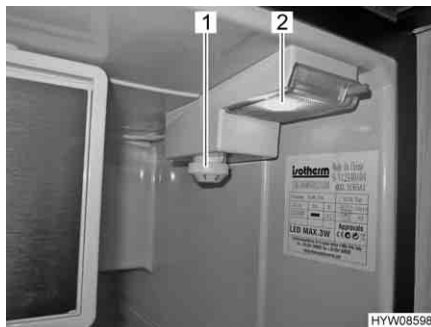

Fig. 71 Elemento di comando
- Ruotare il termoregolatore (Fig. 71,1) in senso orario dalla posizione "0" alla posizione "1". Il forno è acceso, l'illuminazione interna (Fig. 71,2) è accesa.
- Ruotare il termoregolatore (Fig. 71,1) in senso antiorario sulla posizione "0". Si deve qui superare una leggera resistenza.
- Impostare la temperatura al termoregolatore (Fig. 71,1).